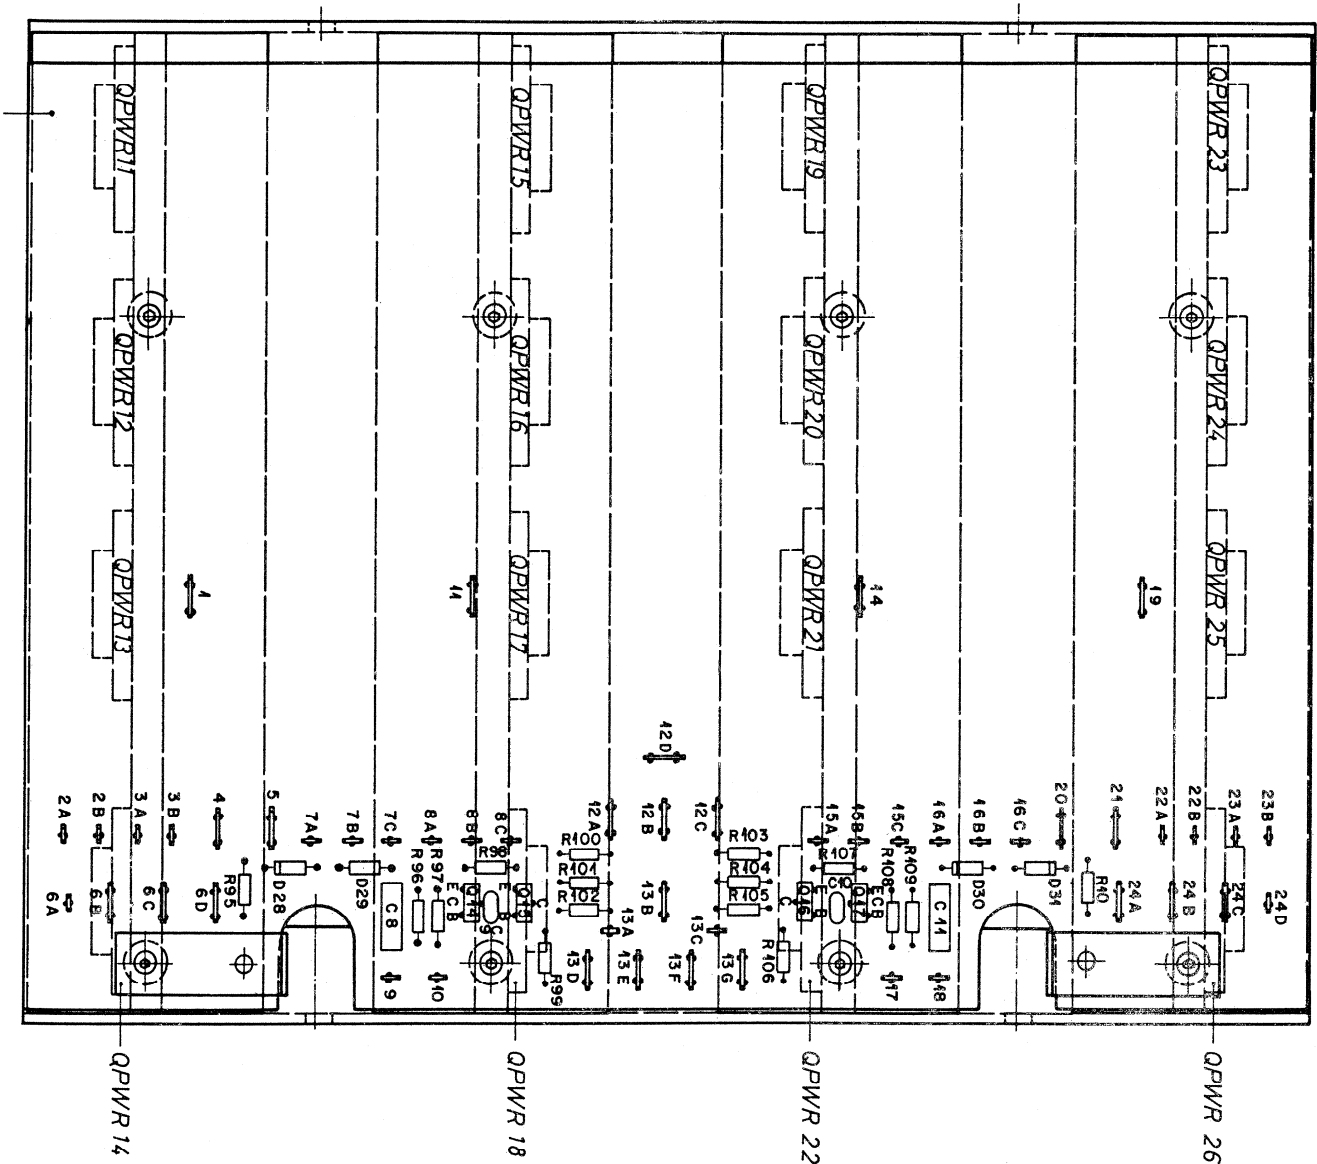

Fig. 1
3. Neue Transistoren einbauen siehe Fig. 1, 2 und Schema.
3. Mount the new transistors according to Fig. 1, 2 and the schematic diagram.